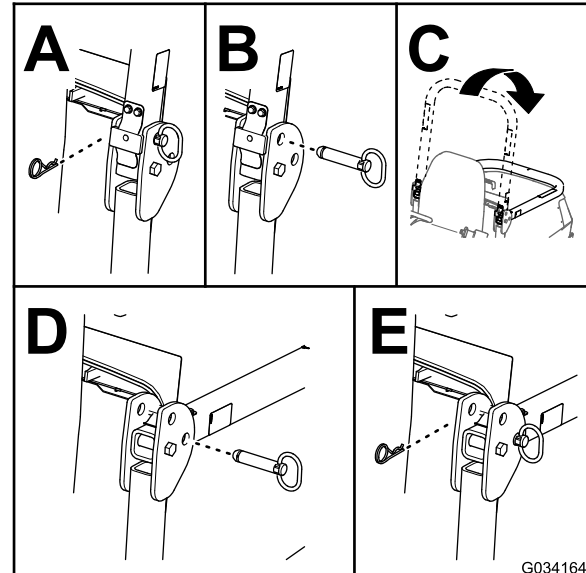

Figure 30
2. Retirez les goupilles fendues et les axes de l'arceau de sécurité (Figure 30).
3. Abaissez l'arceau de sécurité et fixez-le en position avec les axes et les goupilles fendues (Figure 30).